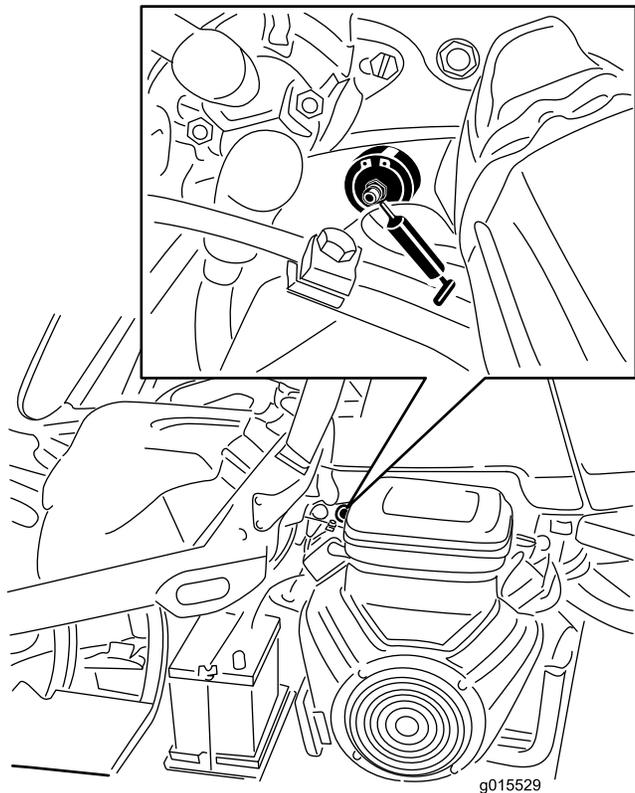

图40
1. 擦干净黄油嘴，这样就不会有杂质进入轴承或轴套中（图40）。